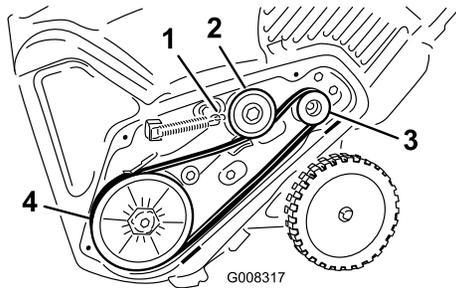

**Figure 29**
1. Déposez le couvercle de la courroie d'entraînement après avoir retiré les 3 boulons comme montré à la Figure 29.
2. Décrochez le ressort de frein du bras de la poulie de tension pour détendre la courroie (Figure 29).
3. Enlevez la vis et la rondelle bombée qui retiennent la poulie de rotor (Figure 29).
- Retirez la poulie de rotor et la courroie d'entraînement (Figure 29).
**Remarque:** Acheminez la courroie neuve autour de la poulie du moteur, puis de la poulie de tension, et enfin autour de la poulie de rotor desserrée, située juste au-dessus de l'arbre de rotor (Figure 29).
- Montez la poulie de rotor sur l'arbre de rotor (Figure 29).
- Montez la rondelle bombée et le boulon de fixation de la poulie de rotor, et serrez-les solidement (Figure 29).